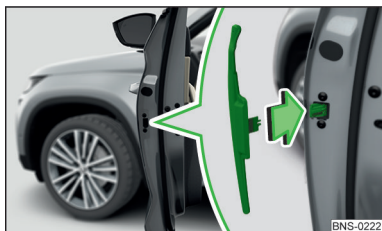

Fig. 57
- ▶ **Montați** o nouă baghetă de protecție în canale, urmărind sensul săgeții » **fig. 57.**